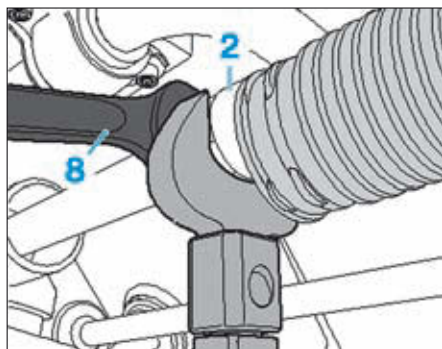

FIG. 11
- Dévisser la biellette de direction (2) en faisant contre-appui sur la crémaillère à l'aide d'une clé à fourche (8) (Fig.11).